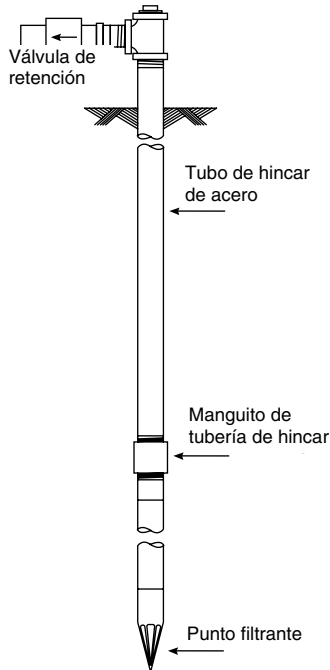

Figura 6 – Instalación del punto filtrante
1. Conecte la tubería de aspiración al punto filtrante según se ilustra en la Figura 6. Mantenga el trayecto de la tubería horizontal lo más corto posible. Utilizar cinta selladora de PTFE para roscas de tubería. Es posible que se requieran múltiples puntos filtrantes para suministrar suficiente agua a la bomba.
2. Para ayudar con la cebadura en instalaciones de punto filtrante, instale una válvula de retención en línea según se ilustra en la Figura 6. Verifique que la flecha de flujo de la válvula de retención apunte hacia la bomba.
AVISO: Para largos trayectos de tubería horizontal, instale un te de cebadura entre la válvula de retención y el cabezal del pozo según se ilustra en la Figura 6. Para instalaciones con punto filtrante, instale una válvula de retención según se ilustra en la Figura 6. Verifique que la flecha de flujo de la válvula de retención apunte **hacia** la bomba.